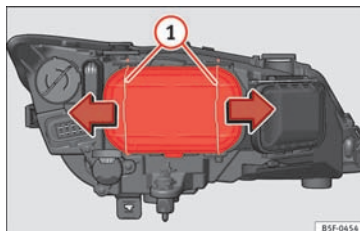

Fig. 103 Nærlys
- Forskyd støtterne » Fig. 103 ① i pilens retning, og tag dækslet af.